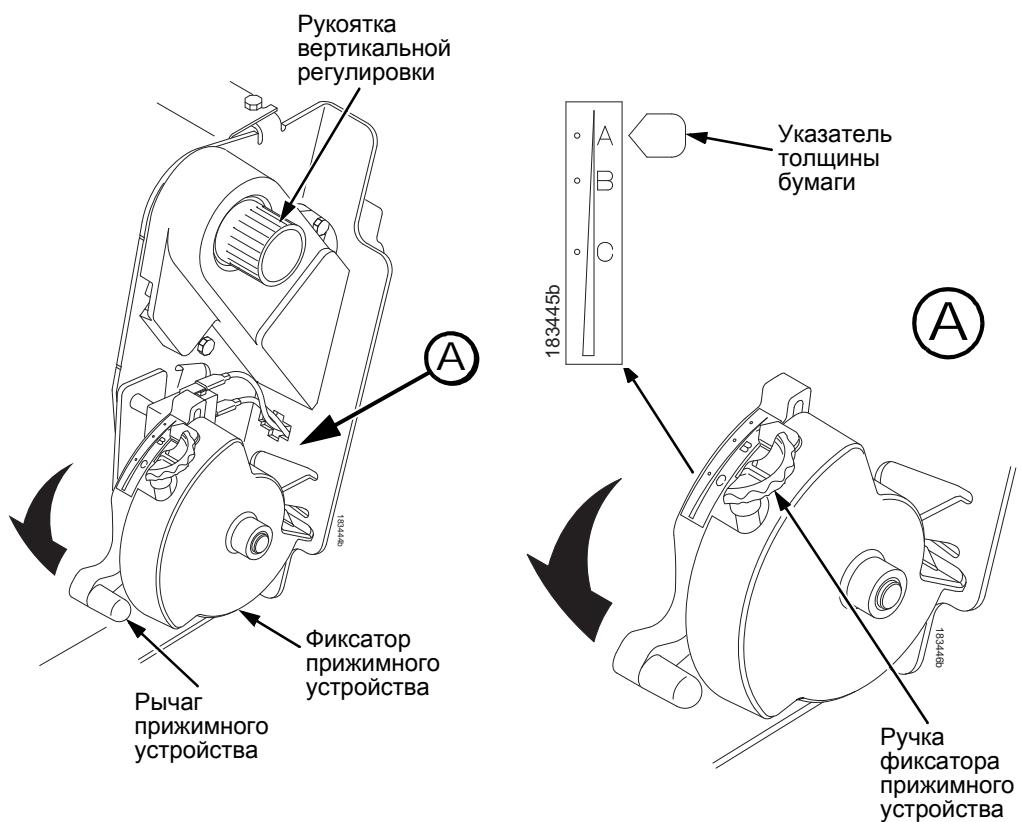

Рисунок 96. Регулировка рычага прижимного устройства
9. Вращайте кнопку стопора прижимного устройства по часовой стрелке или против часовой стрелки для его настройки в соответствии с толщиной бумаги (шкала А-В-С соответствует приблизительно 1, 3 и 6 значениям толщины бумаги). См Рисунок 96.